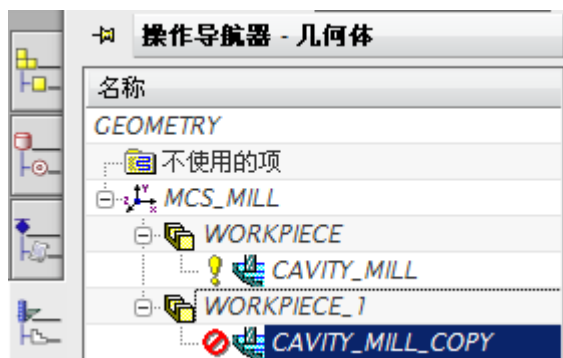

图 5-33
- 在操作对话框中, 设置如图 5-33 所示参数。
- 双击操作 CAVITY_MILL_COPY，打开操作对话框，设置如图 5-33 所示的切削参数，单击 OK。